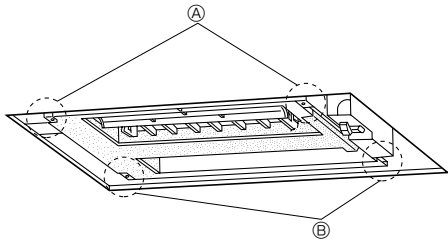

Fig. 5-2
①	Griglia	1
②	Vite	6	M5 × 0,8 × 16
③	Vite	1	4 × 16
5.2. Controlli prima della messa in atto (Fig. 5-2, 3)